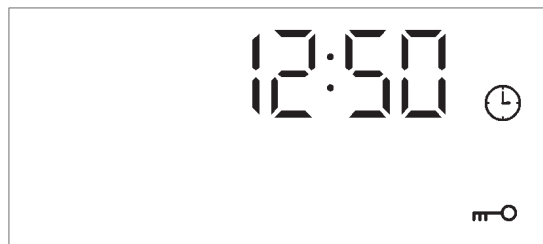
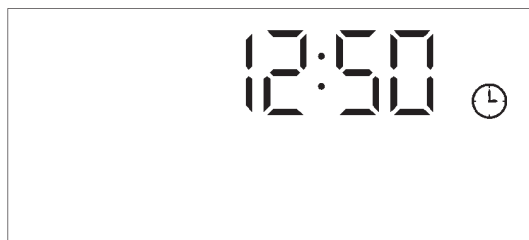

Imagen 8: Aspecto de la pantalla del bloqueo de la puerta activado en el modo de espera
Imagen 9: Aspecto de la pantalla del bloqueo de la puerta desactivado en el modo de espera
Visualización de bloqueo de puerta Cuando finalice el proceso de autolimpieza, el horno entrará en el modo de espera. Cuando la temperatura de la cavidad del horno sea superior a 300 °C, la pantalla mostrará el icono de bloqueo de la puerta "m-O" (el aspecto de la pantalla se muestra en la imagen 8.) El bloqueo de la puerta se desactivará automáticamente cuando la temperatura de la cavidad sea inferior a 280 °C, el icono de bloqueo de la puerta "m-O" mostrado en la pantalla se apagará en ese momento. (Consulte la imagen 9 para ver el aspecto de la pantalla).
- Cuando el horno esté en el modo de espera, y el sensor de temperatura esté en circuito abierto o cortocircuito, el bloqueo de la puerta se activará y el ventilador de enfriamiento seguirá funcionando, el aspecto de la pantalla será el que se muestra en la imagen 8.